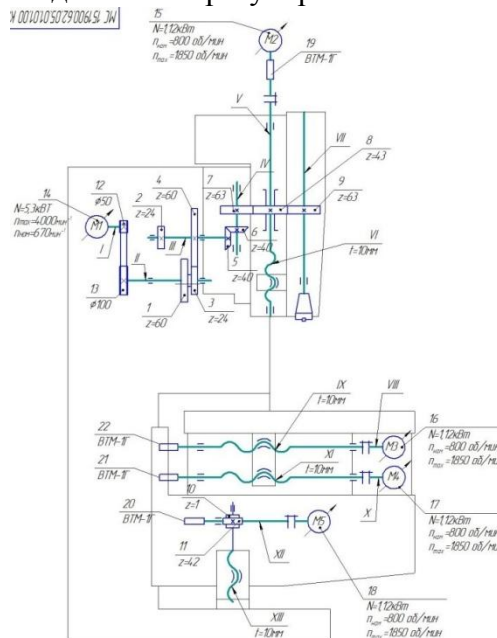

Рис. 1
11. Как переключаются диапазоны регулирования станка (Рис. 1)?
12. По кинематической схеме определите максимальное число оборотов шпинделя (Рис. 1).
13. Определите скорость продольной подачи (мм/мин.) стола вертикально-фрезерного станка от двигателя МЗ (Рис. 1).